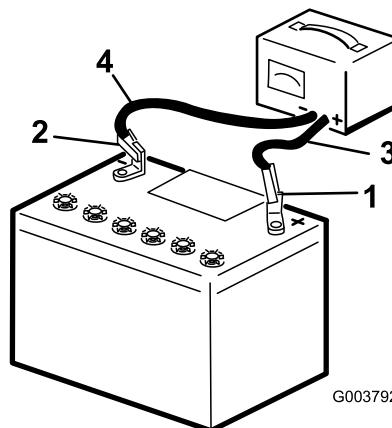

Figura 56
2. Carregue a bateria durante 4 a 8 horas a uma taxa de 3 a 4 A (Figura 56). Não carregue demasiado a bateria.
3. Quando a bateria estiver totalmente carregada, desligue o carregador da tomada elétrica e em seguida desligue os cabos do carregador dos bornes da bateria (Figura 56).